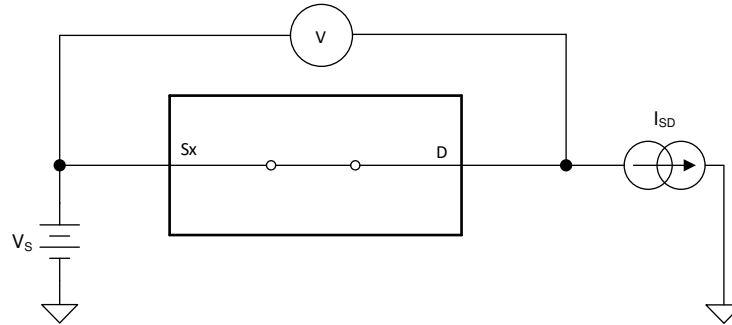

図 7-1. オン抵抗測定時の構成
デバイスのオン抵抗は、デバイスのソース・ピン (Sx) とドレイン・ピン (D) の間の抵抗値 ( $\Omega$ ) です。オン抵抗は、入力電圧と電源電圧によって変化します。オン抵抗は、記号  $R_{ON}$  を使用して示されます。 $R_{ON}$  の測定時に使用する構成を次の図に示します。図 7-1 に、この構成で測定された電圧 (V) と電流 ( $I_{SD}$ ) を使用して、式  $R_{ON} = V / I_{SD}$  により  $R_{ON}$  を算出する方法を示します。